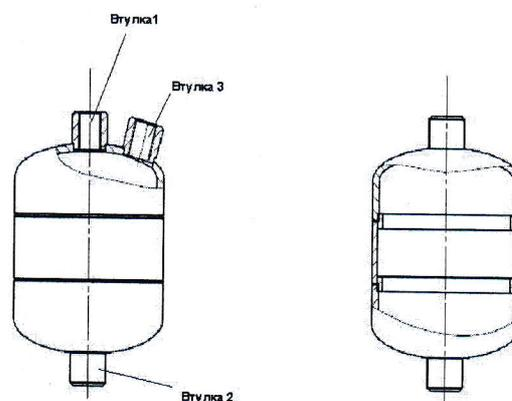

Рис.3
При помощи вкручивания регулирующего болта (68) вправо до упора обеспечить минимальное напряжение пружин в задатчике (03). После подсоединения импульсной трубки, ввести среду в камеру привода. После этого немного открутить втулку 3 на конденсатной емкости (рис.3) для спуска воздуха из камеры. Потом закрутить втулку. Наблюдая показания манометра, установить требуемую величину давления путем регулировки усилия пружин в задатчике (03), поворачивая регулирующий болт (68). После проверки правильности регулировки, на регулирующий болт (68) наложить пломбу, используя соответствующие отверстия. Для упрощения подключения, регулировки и обслуживания привода клапана в линию импульсной трубки допускается установить дополнительно дроссельный клапан, который также сможет позволить регулировать скорость срабатывания основного клапана.